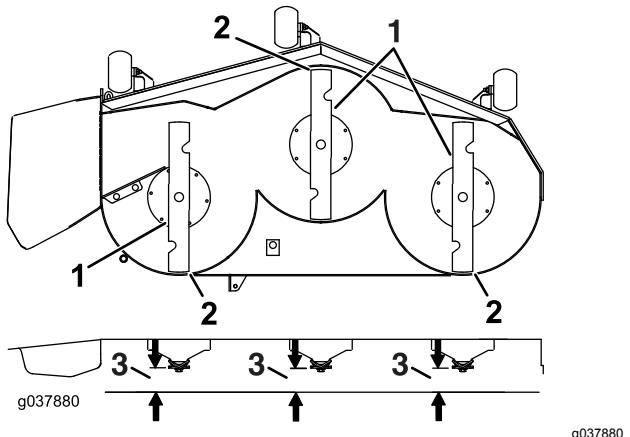

Figura 102
8. Compruebe el nivel longitudinal de la cuchilla (Figura 102). Asegúrese de que la punta de la cuchilla delantera está más abajo que la